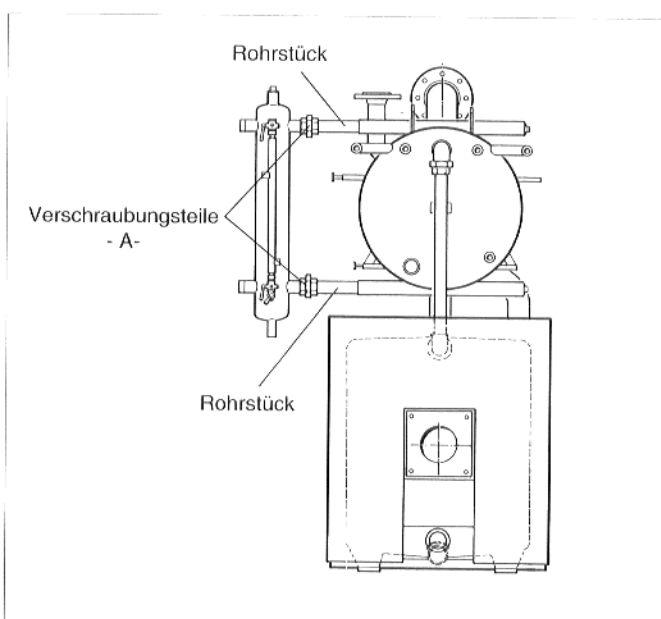

Abb. 16
- Verschraubungsteil -A- auf die Rohrstücke (Abb. 16) aufdichten.